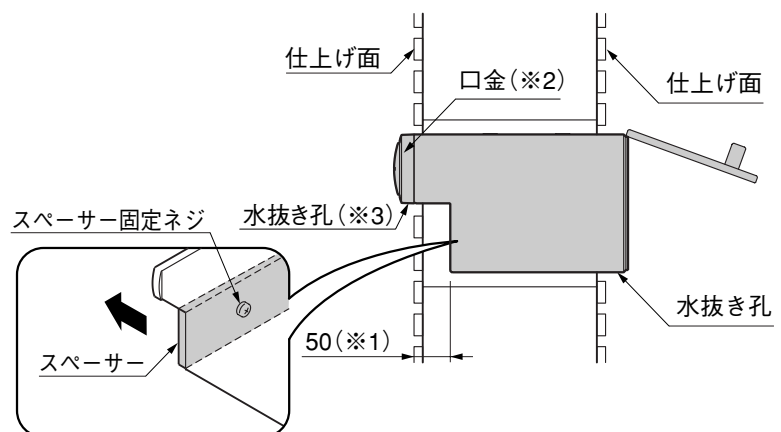

図4-5 1B05 スペーサー無
- スペーサー無で施工する場合は、中仕切り板を外してからスペーサー固定ネジを外してスペーサーを外してください。(図4-5参照)